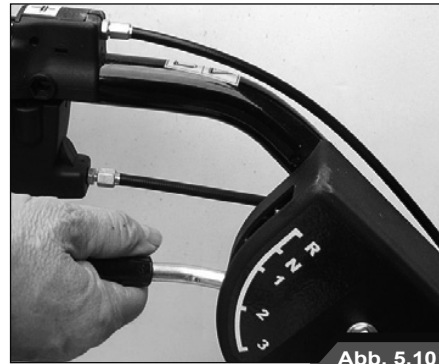

Abb. 5.10
Ihr Schlegelmäher verfügt über 3 Vorwärtsgänge, eine Rückwärtsganggeschwindigkeit und die Leerlaufstellung. Zum Wechseln der Gänge wird der Gangschalthebel (Abb. 5.10) im linken Lenkholm betätigt, der die Fahrbewegung Ihrer Maschine regelt. Bei eingelegtem 3. Gang wird eine Höchstgeschwindigkeit von 3,4 km/h erreicht, während im Rückwärtsgang (R) eine Geschwindigkeit von 2,2 km/h erreicht wird.